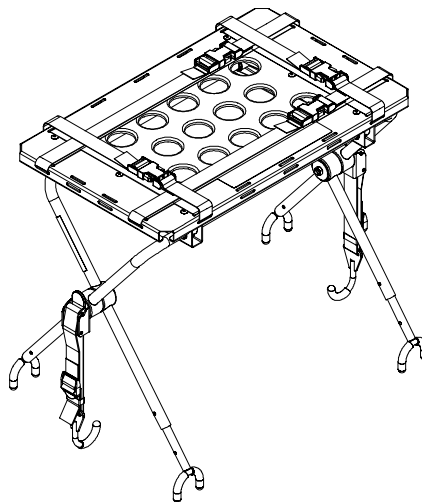

Figura 25 – Deschideți și extindeți picioarele platformei defibrilatorului
2. Deschideți și extindeți picioarele platformei defibrilatorului (Figura 25).